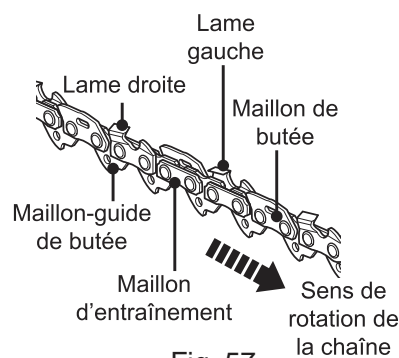

Fig. 57
1. Faites affûter la chaîne (6) par un professionnel dans un centre de réparation agréé, ou faites-le vous-même à l'aide d'un kit d'affûtage adéquat. Suivez le mode d'emploi fourni avec le kit d'affûtage.
2. La profondeur de coupe se définit par la différence de hauteur entre les dents et la rainure. Lors de l'affûtage de la chaîne (6), prenez note des points suivants (Fig. 57).